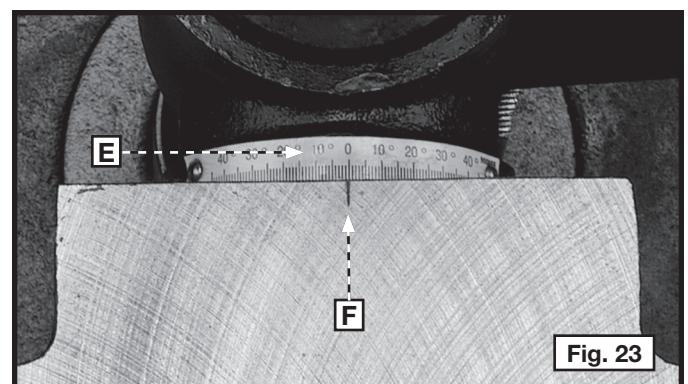

Fig. 23
5. Une échelle d'inclinaison (E), fig. 23, sur le boîtier du support de la table indique le degré d'inclinaison. Une ligne de repère et une marque de zéro (F) sont également présentes sur la table.